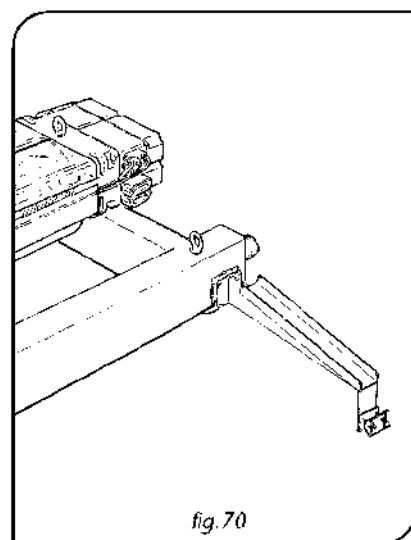

fig. 70
2. W przypadku wciągarki linowej typu DRH wraz z wózkami transportowymi zaplanować zainstalowanie ramienia holowniczego zasilających cych kabli girlandowych (rys. 70).